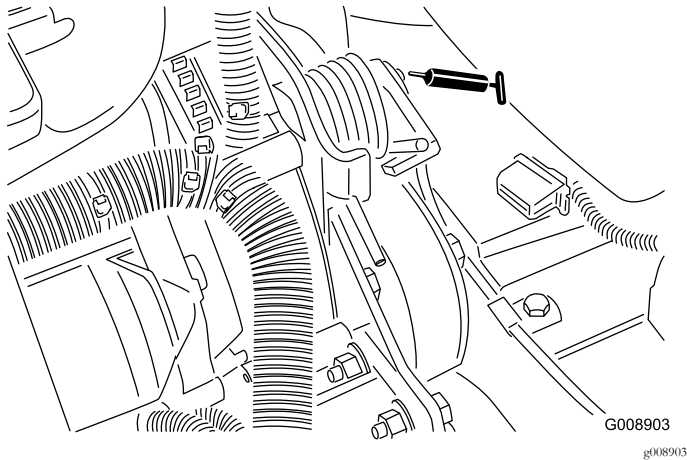

Bild 59
- Riemenspannungsdrehbüchse (Bild 59)